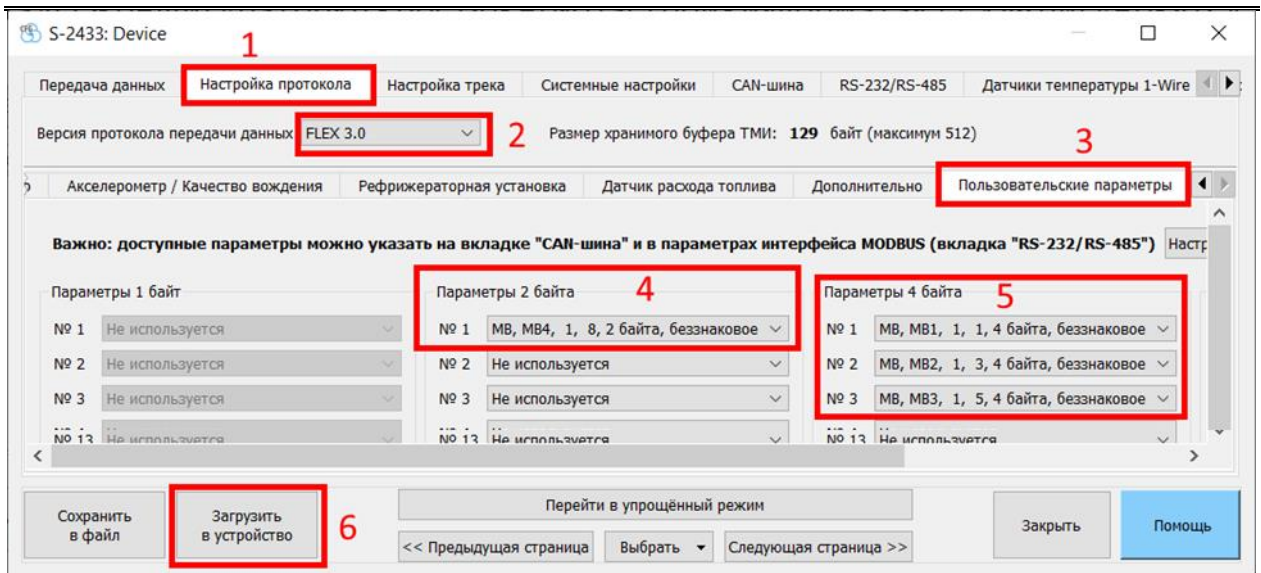

Рисунок 4
1. Перейти во вкладку «Настройка протокола» (рисунок 4).